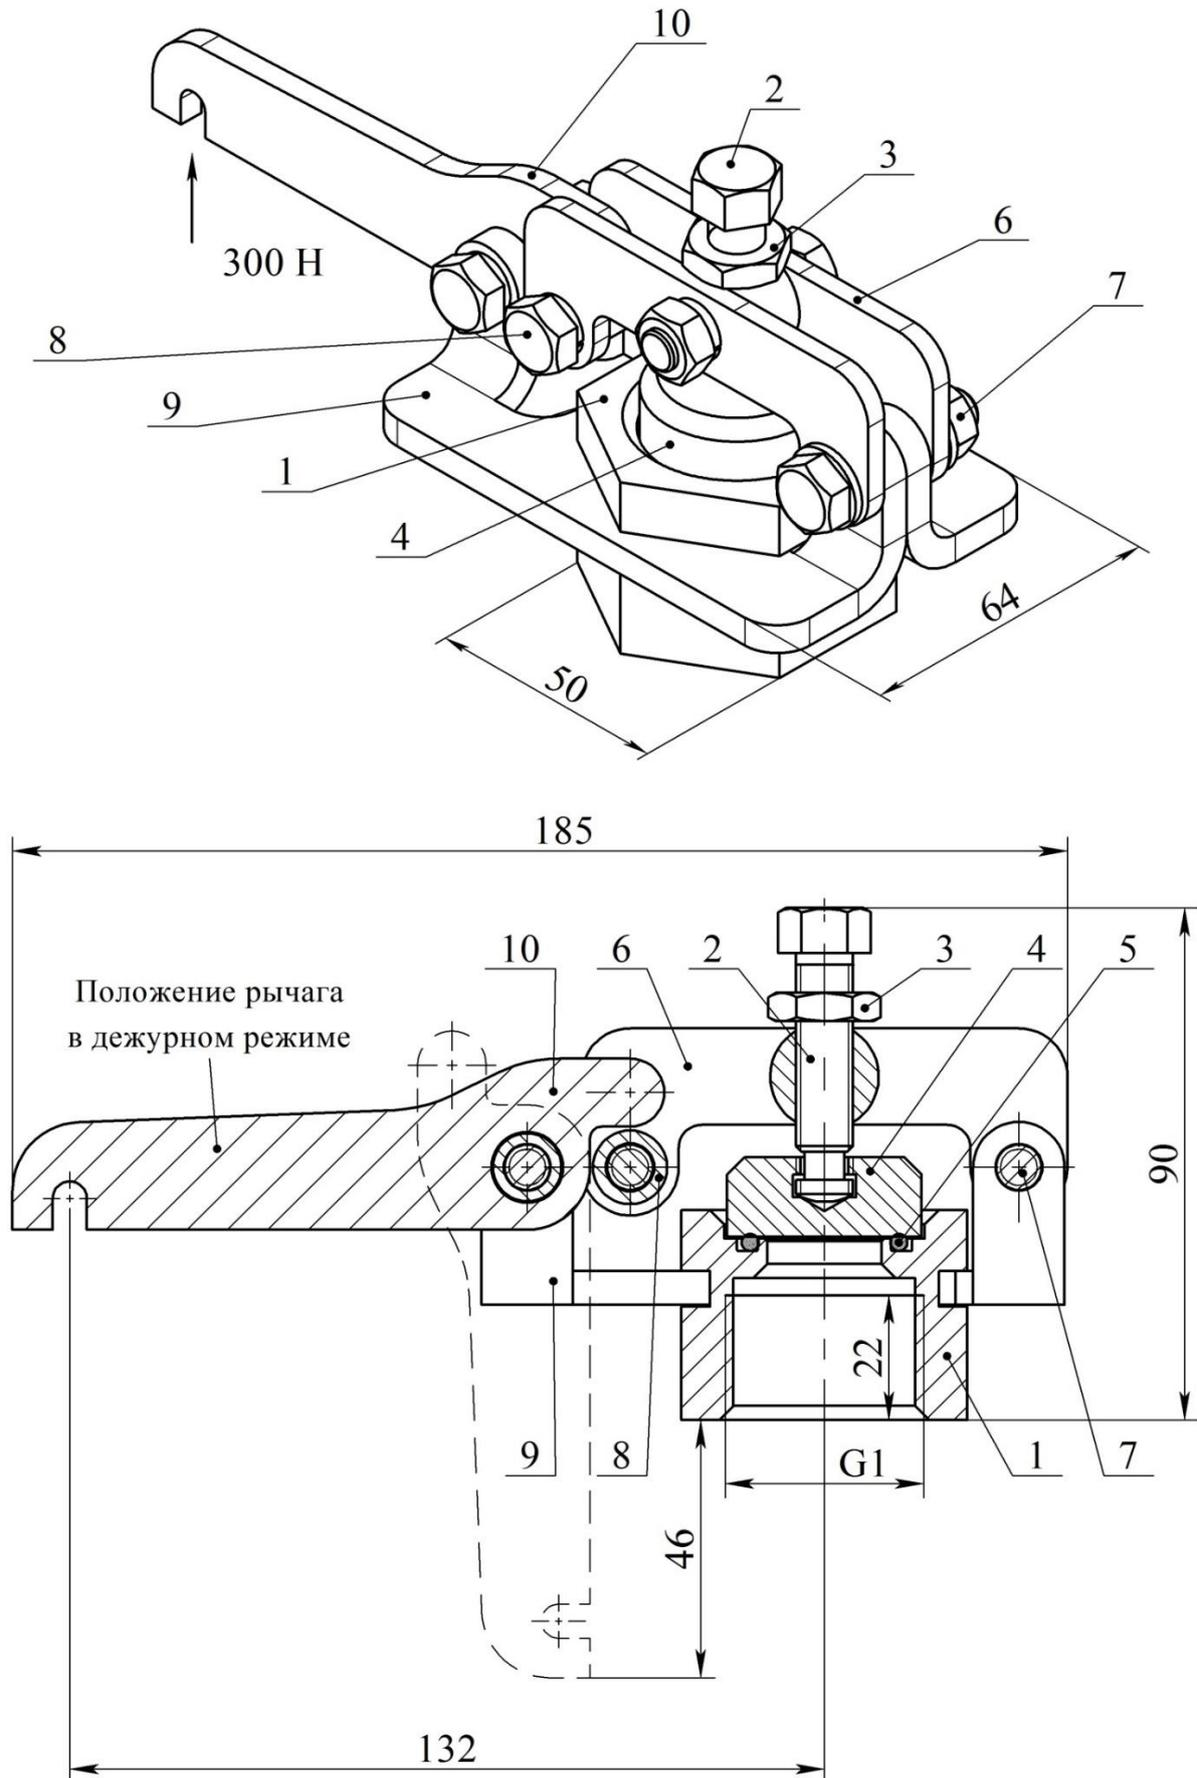

Рисунок 1 – Клапан побудительный тросовый "КПТА-25"
4.1 Конструкция клапана (рисунок 1) состоит из корпуса 1 с входным и выходным отверстиями, регулировочного болта-штока 2 с контргайкой 3, тарелки 4, уплотнения 5, рычагов 6, установленных на оси 7 на опорах 9. Рычаг 10 предназначен для запираания клапана за счет натяжения тросовой системы и открытия клапана при разрушении тросовой системы.